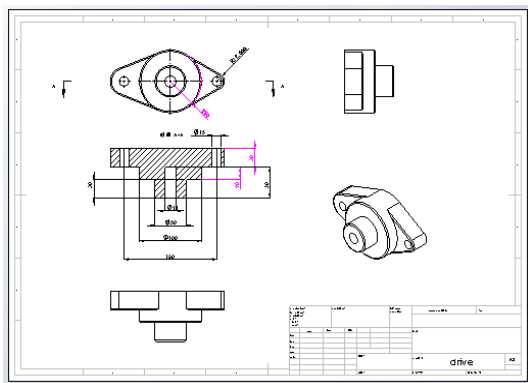

图 9-39 最后的效果
⑫将尺寸拖动到所需的位置。
⑬单击[保存]按钮,将工程图文件保存为 drive.slddrw。最后的效果如图 9-39 所示